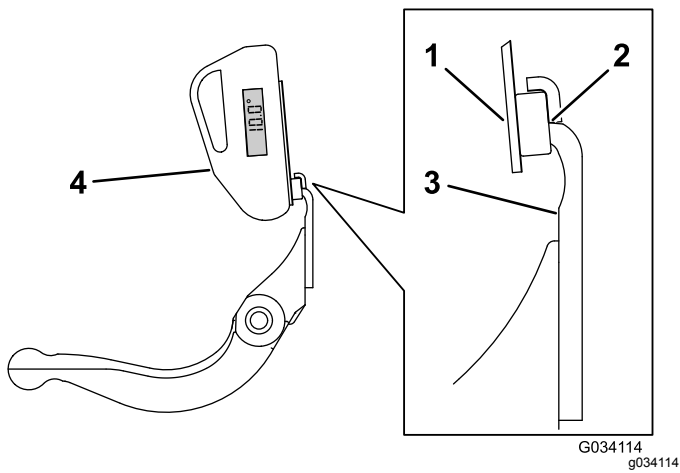

Bild 29
3. Legen Sie die Neigungsmesserbefestigung an die Kante des Untermessers, sodass die Kante des Magnets bündig mit der Kante des Untermessers ist (Bild 29).
4. Legen Sie den Neigungsmesser auf die Befestigung, wie in Bild 29 abgebildet.